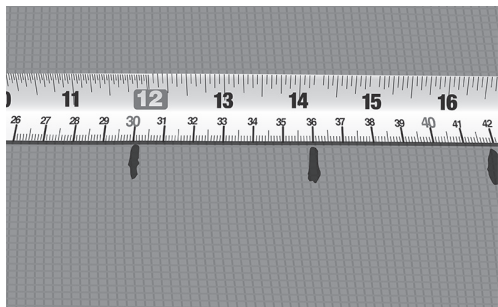

Fig. 5. Markér C-C-afstand på gulvet
8. Markér den beregnede C-C-afstand på gulvfladen (fig. 5).